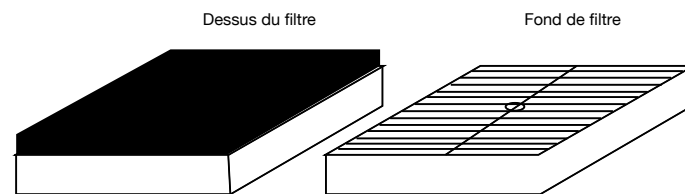

Figure 18 - Filtre à air
5. Remplacez le filtre à air avec le bon côté. (Voir la figure 18). Assurez-vous que le filtre est correctement installé.